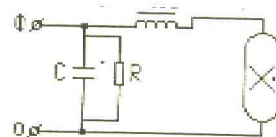

Рис.3
- подключить провода сети к клеммной колодке согласно схем включения (рис.3), заземляющий провод к защитному зажиму на панели,